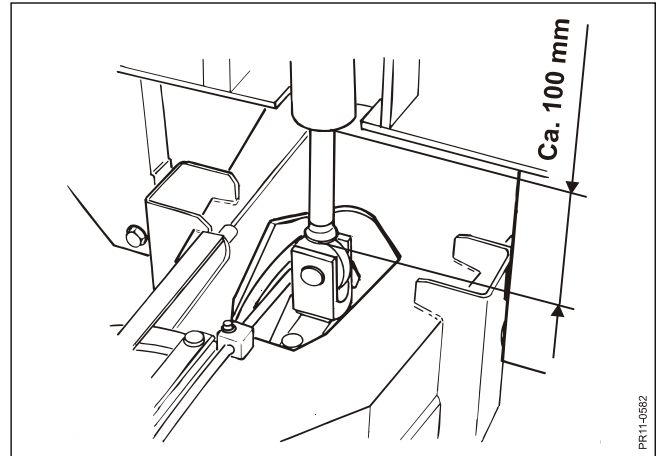

Fig. 4.2
**Fig. 4.2** Draget skall justeras på så sätt, att då hydraulcilindern för tippning av tråget är i sitt mittenläge skall tråget vara vågrätt. Därmed säkerställs att hydraulcilindern kan utjämna ojämnheter i terrängförhållandena, så att tråget alltid förblir vågrätt under blandning och vägning.